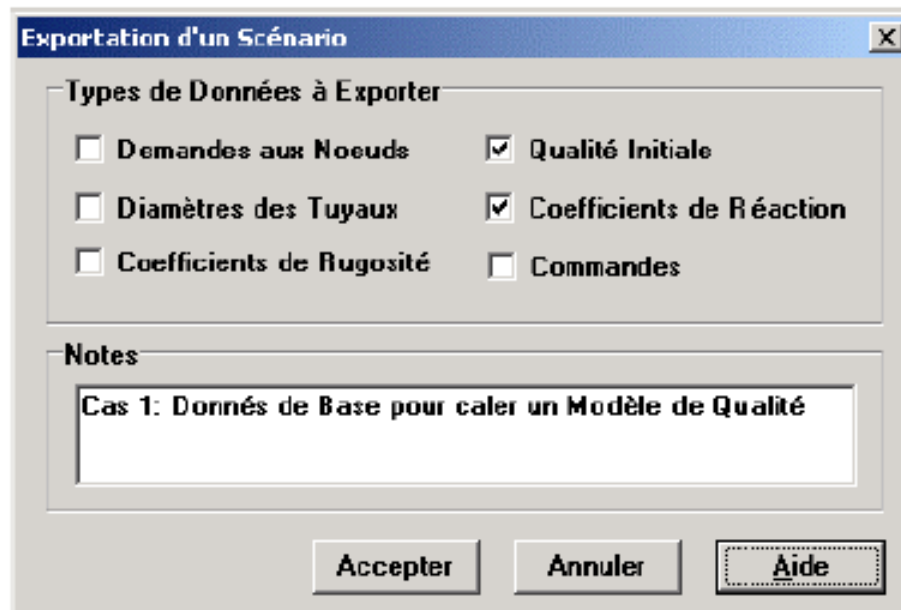

Figure V1.1 Boîte de Dialogue d'Exportation de Scénario
2. Dans la boîte de dialogue Exportation d'un Scénario (voir la Figure V1.1) sélectionnez les catégories de données que vous voulez exporter.